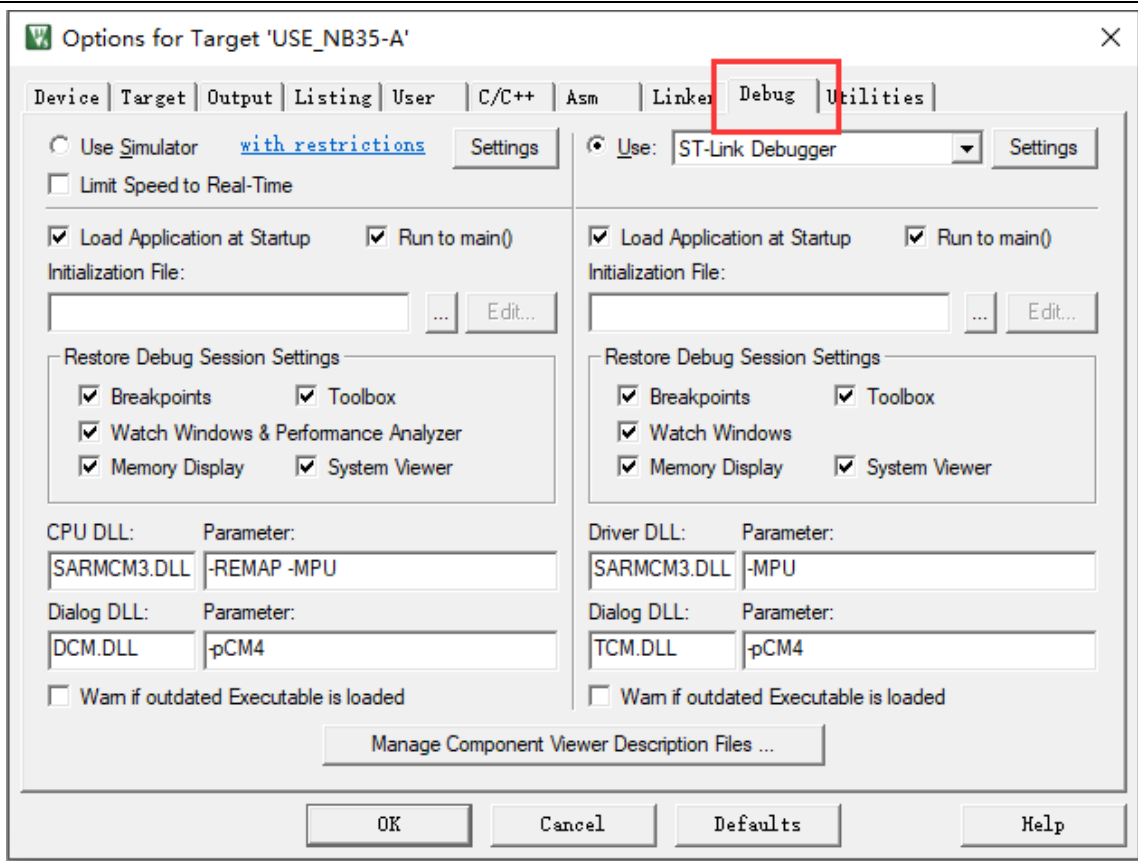

图 3-4 进入仿真器设置界面
2. 选择“Debug”选项，进入仿真器设置界面，如图 3-4 进入仿真器设置界面所示。